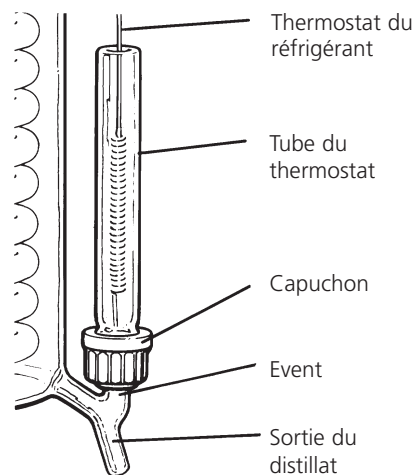

Figure 4
12. Assembler le tube du thermostat du réfrigérant, le capuchon plastique et l'anneau silicone selon la **figure 4**.